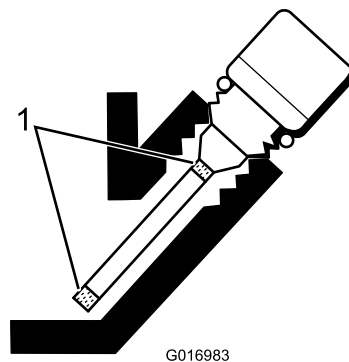

Figure 24
5. Si le niveau est trop bas, ajoutez suffisamment d'huile pour le faire monter entre les repères hachurés sur la jauge (Figure 24).